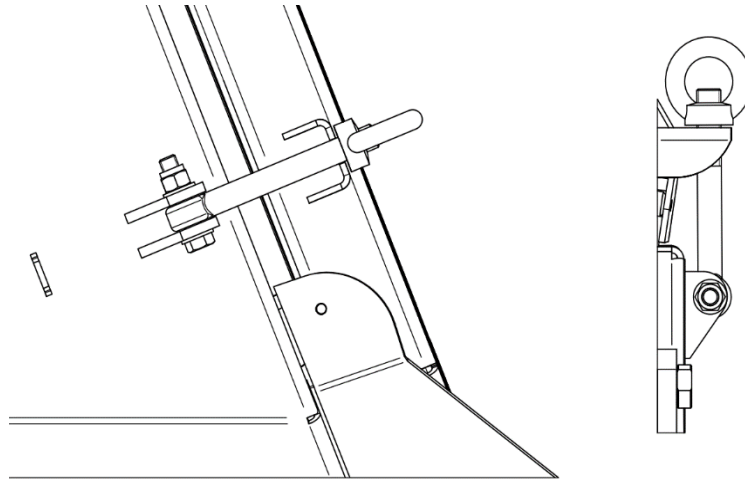

Рис. 1.24
*Откидные механизмы запасной фиксации заднего борта при движении полуприцепа и загрузке должны находиться в рабочем положении (см. рис. 1.24)*